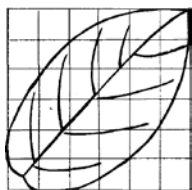

Рис. 2. Чертеж листочка тополя бальзамического на бумажном прямоугольнике
1. Вначале следует взять лист тетрадной бумаги и на него под углом в 45° приложить листочек дерева. Контуры обрисовать и очертить прямоугольник, равный длине и ширине взятого листочка (рис. 2).